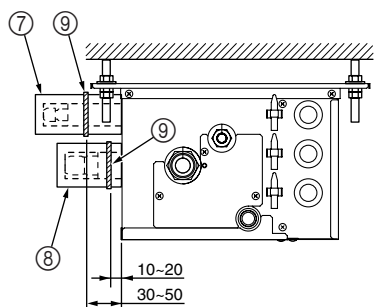

Fig. 7-4
► Выполните следующие процедуры, относящиеся к деталям ответвительной коробки, которые не подключены к внутреннему прибору. (Fig. 7-4)
- (1) Для предотвращения утечек хладагента, убедитесь в том, что конусные гайки затянуты в соответствии со значениями крутящего момента*, указанными в Таблице 3.
- (2) Для предотвращения конденсации установите крышки труб ⑦ ⑧ и затяните их входящими в комплект поставки зажимами ⑨.